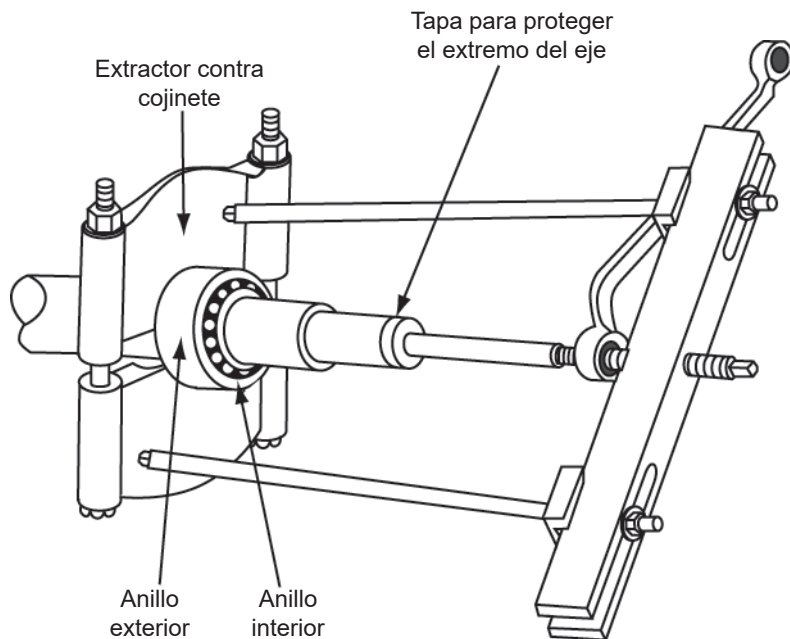

Figura 27 Extracción del cojinete
2. Use un extractor para retirar el cojinete del extremo del eje con una tapa. Si se va a volver a usar el cojinete, asegúrese de que el extractor proporcione presión solo contra el anillo interior del cojinete (ver la Figura 27).